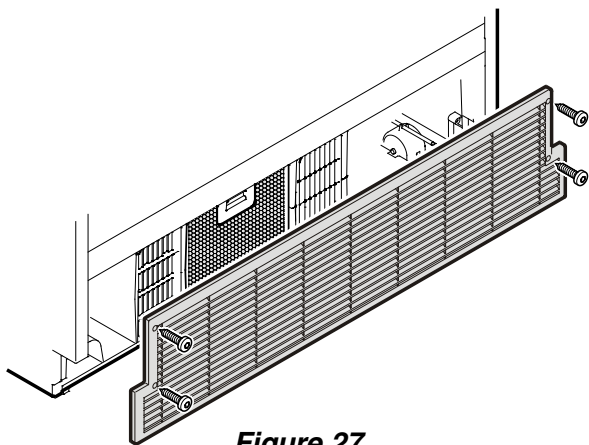

Figure 27
- Ouvrir le tiroir inférieur du congélateur et dévisser la grille de ventilation - **Figure 27**.